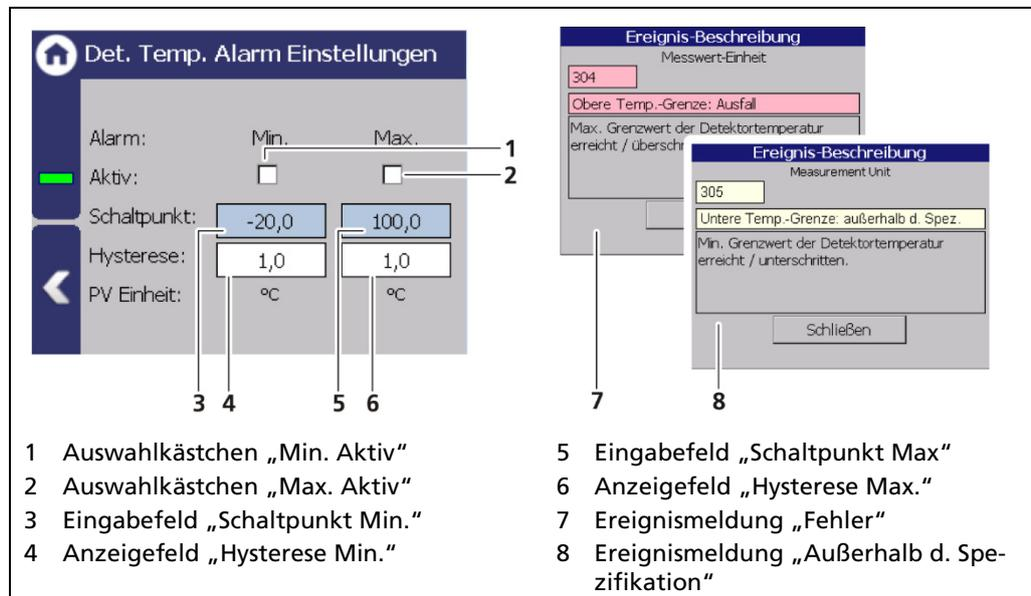

Abb. 125 Det.-Temp Alarm Einstellungen
1. Aktivieren Sie das Auswahlkästchen (Abb. 125, Pos.1).
2. Klicken Sie auf das Eingabefeld (Abb. 125, Pos.2), um einen Schaltpunkt einzugeben.
1. Aktivieren Sie das Auswahlkästchen (Abb. 125, Pos.3).
2. Klicken Sie auf das Eingabefeld (Abb. 125, Pos.4), um einen Schaltpunkt einzugeben.